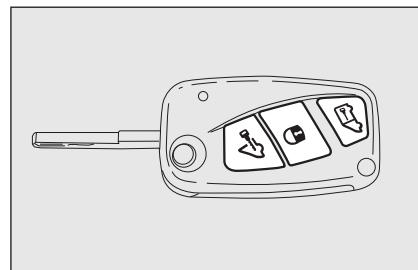
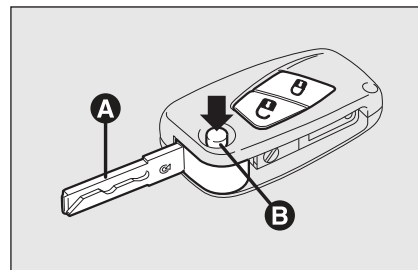
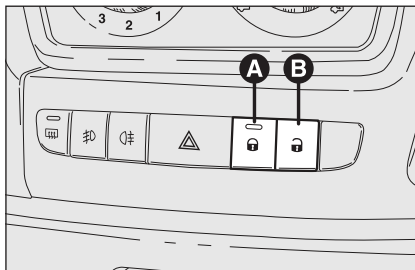

fig. 107
fig. 108
fig. 110
Les portes fermées, appuyer sur le bouton  sur la télécommande **fig. 107** ou bien introduire et tourner la tige métallique dans la serrure de la porte côté conducteur dans le sens des aiguilles.
Le verrouillage des portes n'est activé que si les portes sont fermées. Si une ou plusieurs portes sont ouvertes après la pression sur le bouton  sur la télécommande **fig. 107**, les indicateurs de direction et le voyant présent sur le bouton **A-fig. 110** clignotent rapidement pendant environ 3 secondes.
La fonction active, les boutons **A** et **B** **fig. 110** sont désactivés.
En effectuant une double pression rapide sur le bouton  sur la télécommande **fig. 107** on active le dispositif dead lock (voir paragraphe "Dispositif dead lock").
Appuyer brièvement sur le bouton  **fig. 107** ou bien  **fig. 108**, selon les versions, pour obtenir le déverrouillage des portes avant à distance, l'allumage temporisé des
Appuyer sur le bouton **A-fig. 110** pour verrouiller les portes, appuyer sur le bouton **B** pour déverrouiller les portes. Les actions de blocage/déblocage s'effectuent de manière centralisée (avant et arrière). Quand les portes sont bloquées, le voyant sur le bouton **A** est allumé et une pression sur le bouton **B** provoque le déverrouillage centralisé de toutes les portes et l'extinction du témoin. Quand les portes sont déverrouillées, le voyant est éteint et une pression sur le bouton provoque le verrouillage de toutes les portes. Le verrouillage des portes est activé seulement si toutes les portes sont correctement fermées.
on ne pourra plus effectuer le déverrouillage par le bouton **A-fig. 110** placé entre les commandes sur la planche.
- boutons **A-B fig. 110** de verrouillage/déverrouillage
Le dispositif s'enclenche automatiquement sur toutes les portes si on effectue une double pression rapide sur le bouton  sur la clé avec la télécommande **fig. 107**.
L'activation du dispositif est signalée par 3 clignotements des indicateurs de direction et par le clignotement du voyant placé sur le bouton **A-fig. 110** placé entre les commandes sur la planche.